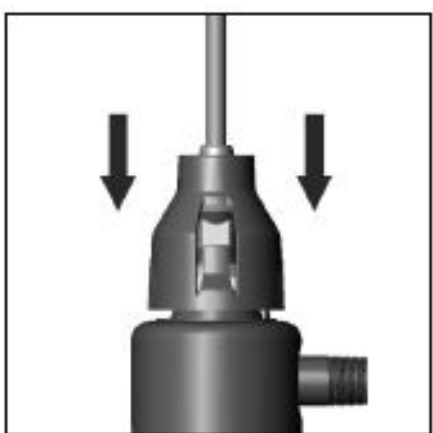

图 11.
5. 接地線がつまみ部分の邪魔にならないように、キャップの下に来るように注意しながら、安全キャップを被せて下さい。（図11参照）